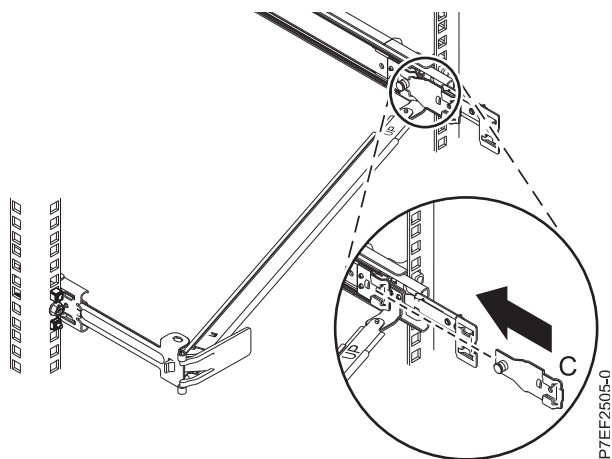

Figura 14. Instalación de la pieza de sujeción de montaje en el riel deslizante
6. Conecte la pieza de sujeción de tope de portacables (B) a la ranura en la parte interior del lado izquierdo deslizando la pieza de sujeción de tope (B) en el riel deslizante hasta que el pestillo accionado por resorte quede fijado. Para obtener más de talles, consulte Figura 14 en la página 11.